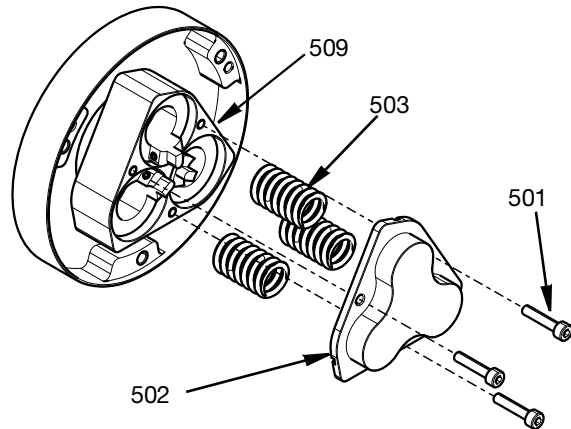

FIG. 10
2. Voor toegang tot de afsluiterstangen (512) en zuigers (506) moeten eerst de drie M4-schroeven (501) gelijkmatig worden verwijderd. Het cilinderdeksel (502) kan dan samen met de veren (503) worden verwijderd. Zie FIG. 10.